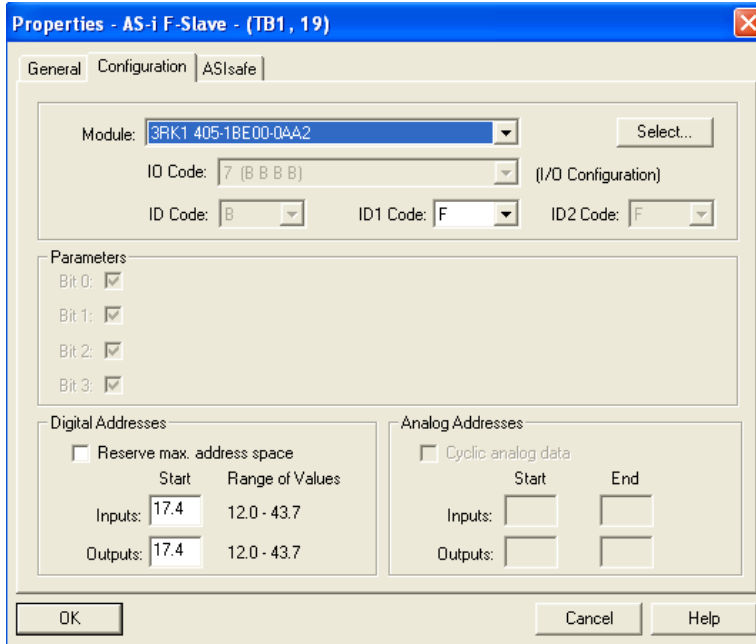
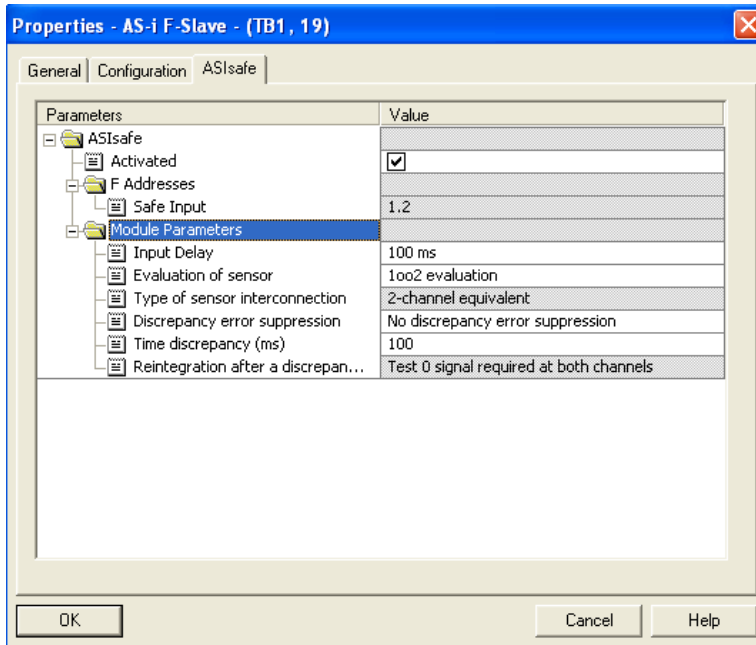

图 23 ASi F 从站的 ASi 属性
图 24 F 参数属性
(4) 双击其中的 AS-i F Slave，可以设置该从站的 ASi 属性（图 23）和 F 参数（图 24）。